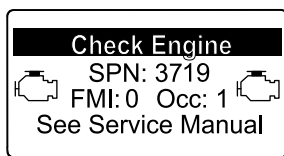

Figura 59
- Aviso do motor SPN 3719, FMI: 0 (Figura 59)